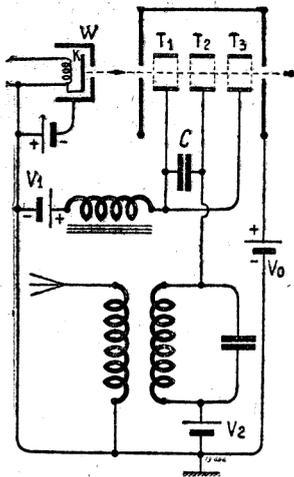

FIG. 11. — Amplificateur à champ retardateur à électrode tubulaire fractionnée pour accroître électriquement le trajet du glissement.
4. AMPLIFICATEUR A ÉLECTRODE FRACTIONNÉE. — Il s'agit d'un cas particulier de l'amplificateur décrit au paragraphe 2, cas dans lequel la longueur d'onde, relativement grande, conduirait à des dimensions exagérées du tube T. On résout le problème en remplaçant le retard mécanique par un retard électrique. C'est-à-dire qu'on superpose au décalage spatial produit par le glissement un déphasage dans le temps produit par un freinage électrique. A cet effet, on fractionne le tube de glissement en trois éléments T_1 , T_2 , T_3 (fig. 11), l'élément central T_2 étant polarisé à une tension V_2 , plus basse que les deux autres (V_1). On augmente ainsi la durée du transit électronique dans